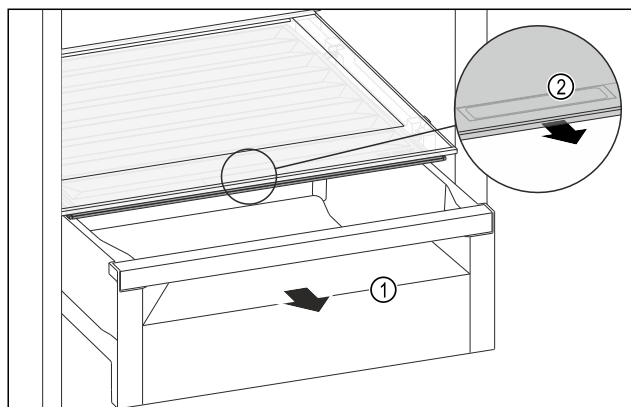

Fig. 116
- Retirer le tiroir Fig. 116 (1).
- Saisir la poignée encastrée Fig. 116 (2) du couvercle du compartiment et tirer le couvercle du compartiment par l'avant.